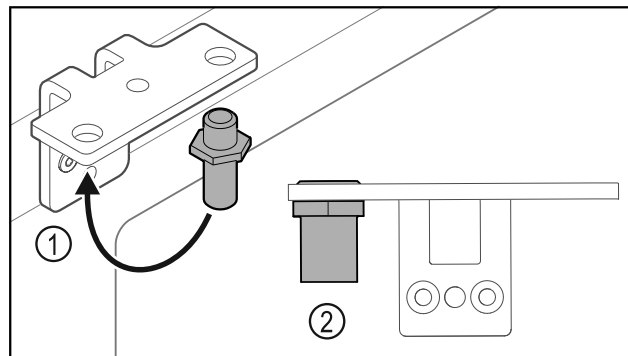

Fig. 35
- Mettre l'axe Fig. 35 (1) dans l'autre trou de l'équerre de charnière.
- Serrer l'axe Fig. 35 (2) au **couple de 12 Nm**.